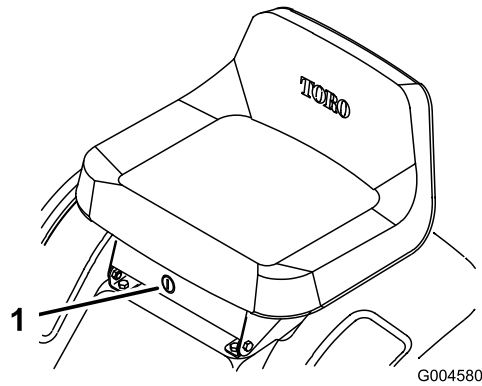

Figura 13
Si necesita utilizar las cuchillas (PTO) en marcha atrás, desactive el sistema de seguridad usando el interruptor KeyChoice que está situado cerca del soporte del asiento (Figura 13).
2. Inserte la llave KeyChoice en el interruptor (Figura 13).